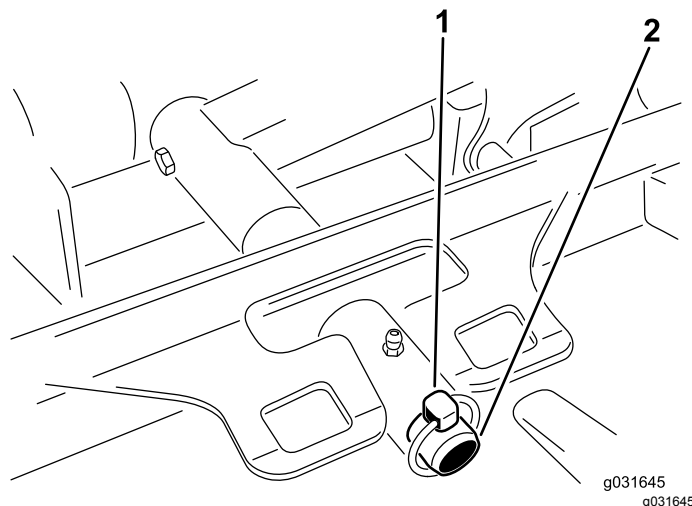

図 67
- デッキのキャリアフレームを昇降アームのピボットピンに固定しているリンチピンまたはリテーナナットを外す **図 67**。
- デッキのキャリアフレームを昇降アームのピボットピンに入れ、リンチピンとリテーナナットで固定する **図 67**。